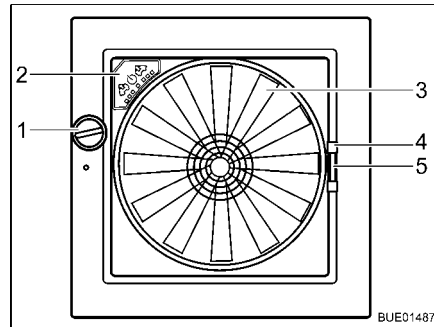

Fig. 115 Claraboya Omni-Vent
- Abrir:** ■ Girar el botón giratorio (Fig. 115,1) hasta alcanzar el ángulo de apertura deseado.
- Cerrar:** ■ Girar el botón giratorio (Fig. 115,1) hasta que la claraboya esté completamente cerrada.
- Cerrar:** ■ Tirar del tirador (Fig. 115,4) de la protección contra insectos hacia el lado opuesto del marco.
- Cerrar:** ■ Comprimir el tirador (Fig. 115,5) del oscurecedor.
Ventilador Cuando la claraboya está abierta, el interior se puede ventilar y purgar de aire con el ventilador de 6 niveles (Fig. 115,3). El ventilador se maneja a través del cuadro de mando (Fig. 115,2).